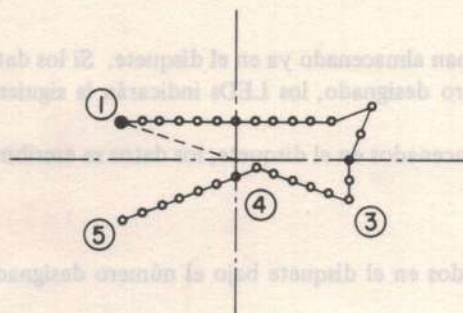

Fig. 7
Paso 28 Mueva la aguja usando las teclas y y confirme que el punto de entrada de la aguja se ha movido y que el patrón después del punto movido se ha desplazando como se ilustra en la Fig. 7.